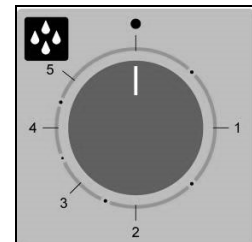

Fig. 5
**Programmation de la quantité de vapeur** - Pour produire de la vapeur durant le fonctionnement du four (chambre de cuisson chaude), tourner la manette de l'humidificateur automatique (Fig. 5) pour la mettre sur la valeur désirée (de 1 à 5). L'humidificateur cesse de fonctionner en mettant la manette sur • (éteint).